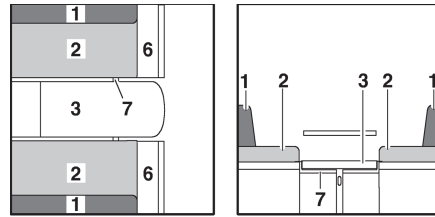

Fig. 140 Durante la transformación
- Plegar la prolongación del banco de asiento (Fig. 140,6) hacia arriba y colocar una cuña con la trampilla.